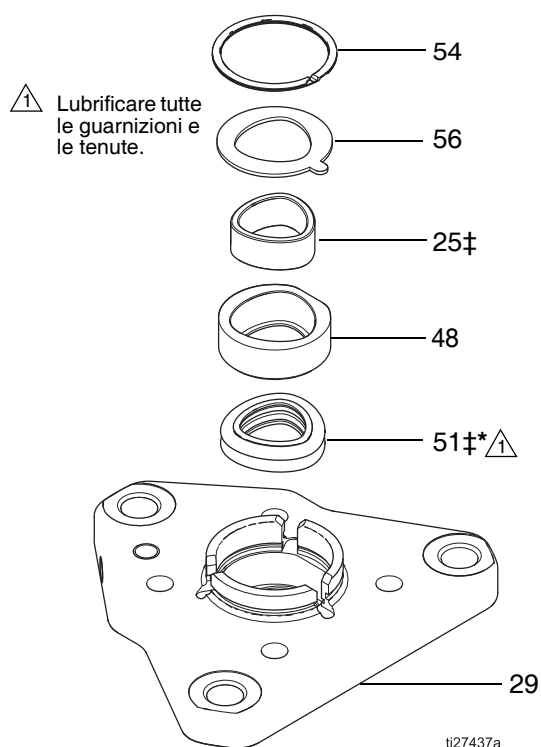

FIG. 3. Montaggio della piastra superiore
1. Rimuovere il collare di ritegno (60) rimuovendo le viti (63).
2. Rimuovere le quattro viti a brugola (40) e le rondelle (46) dalla piastra superiore (29).
3. Sollevare attentamente la piastra superiore (29) dalla camera del soffiutto (45). Conservare la piastra superiore (29).
NOTA: Vedere FIG. 3, pagina 9. L'anello di sicurezza (54), la rondella di sicurezza (56), il corpo del cuscinetto (48), il cuscinetto (25) e la tenuta di sostegno (51) si inseriscono nella piastra superiore e possono essere estratti mediante scorrimento della piastra superiore stessa (29).
- In caso di guasto al soffiello, rimuovere anche la valvola di sfiato (26) dalla piastra superiore. Pulire il percorso del fluido eliminando la vernice incrostata.
Vedere FIG. 3, pagina 9.
1. Installare il gruppo piastra superiore (29, vedere FIG. 3, pagina 9), sul gruppo soffietto (53‡), allineando le forme della camicia del soffietto (34) e la tenuta di sostegno (51‡*). Per orientarle come desiderato, ruotare in incrementi di 90°, allineando i fori delle viti.
- NOTA:** Vedere FIG. 3, pagina 9. L'anello di sicurezza (54), la rondella di sicurezza (56), il corpo del cuscinetto (48), il cuscinetto (25) e la tenuta di sostegno (51) si inseriscono nella piastra superiore e possono essere estratti mediante scorrimento della piastra superiore stessa (29).
6. Rimuovere con attenzione l'anello d'arresto (54), la rondella di sicurezza (56), il corpo del cuscinetto (48), il cuscinetto (25) e la tenuta di sostegno (51) dalla piastra superiore (29). Vedere FIG. 3, pagina 9.